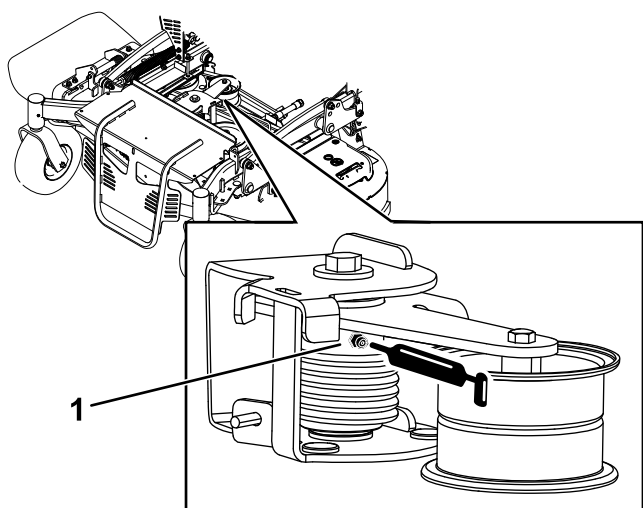

Figura 38
3. Ingrassate il tendicinghia di torsione sul piatto di taglio utilizzando grasso ad alta temperatura nel raccordo d'ingrassaggio illustrato nella Figura 38.